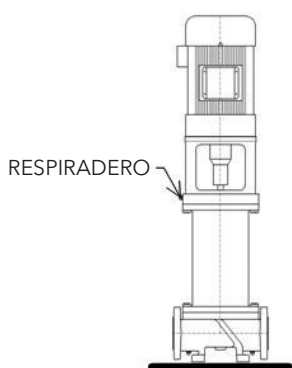

Figura 16: Ubicaciones del tapón de ventilación/drenaje
2. Quite el tapón del respiradero. Ver Figura 16.